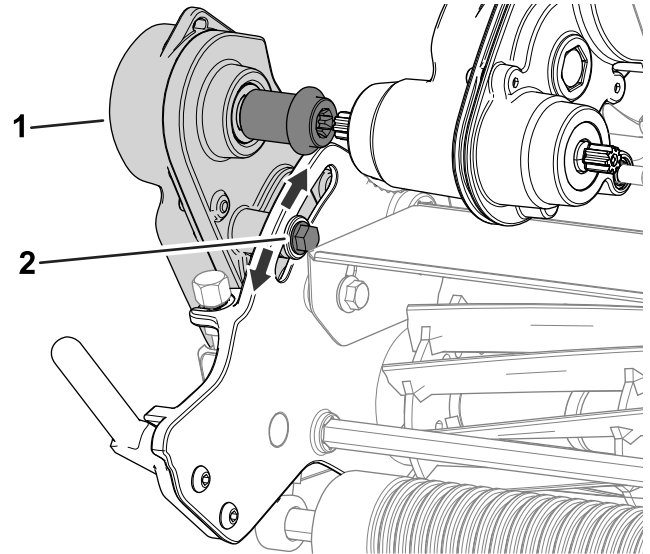

Bild 47
1. Lösen Sie die Schraube wie in Bild 47 dargestellt.